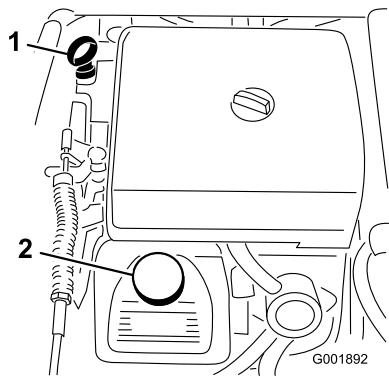

図 46
- ディップスティックを抜き、ウェスで一度きれいに拭く(図 46)。ディップスティックを、チューブの根元までもう一度しっかりと差し込む。ディップスティックを引き抜いて油量を点検する。
3. オイルの量が不足している場合は、バルブ・カバーについている補給口のキャップ(図 46)を取り、ディップスティックの FULL マークまで補給する。補給するときは、ディップスティックで確認しながら少量ずつ入れてください。入れすぎないよう注意してください。
8. 所要量の約 80% のオイルを補給口から入れる(図 46)。